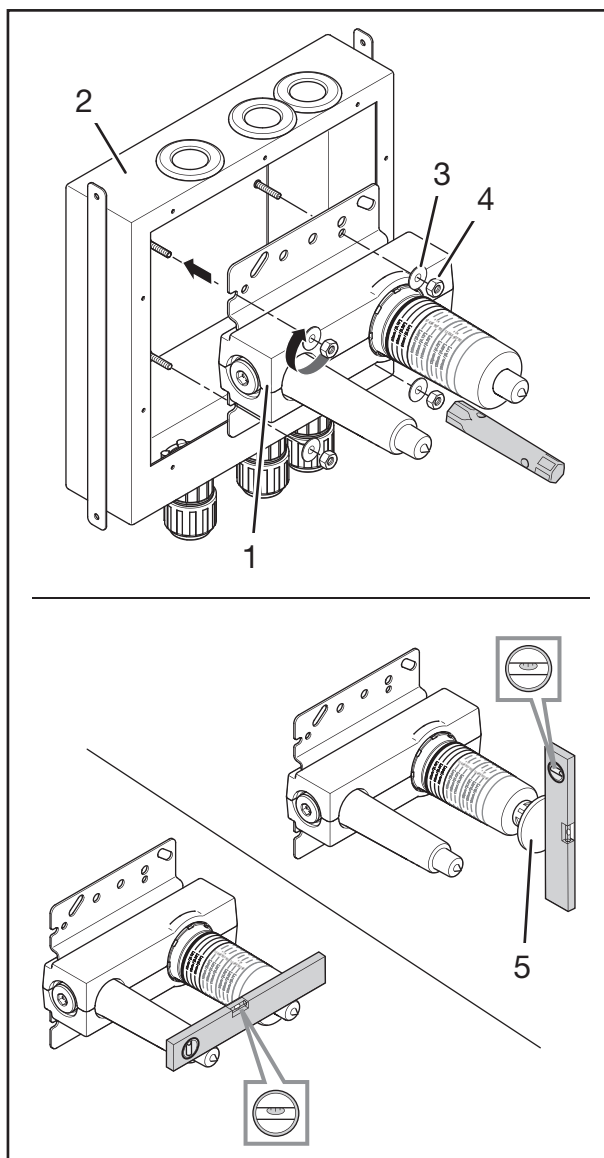

Fig. 5: Förmontering
1. Positionera produkten (fig. 5/1) i inbyggnadslåda (fig. 5/2).
2. Skruva fast produkten i inbyggnadslåda (fig. 5/2) med de fyra brickorna (fig. 5/3) och de fyra muttrarna (fig. 5/4).
3. Dra åt de fyra muttrarna (fig. 5/4) med en 8 mm hylsnyckel.
4. Positionera vinkelhylsan (fig. 5/5) på blandarens skyddslock.
5. Rikta in produkten (fig. 5/1) horisontellt och vertikalt.
6. Ta bort vinkelhylsan (fig. 5/5).